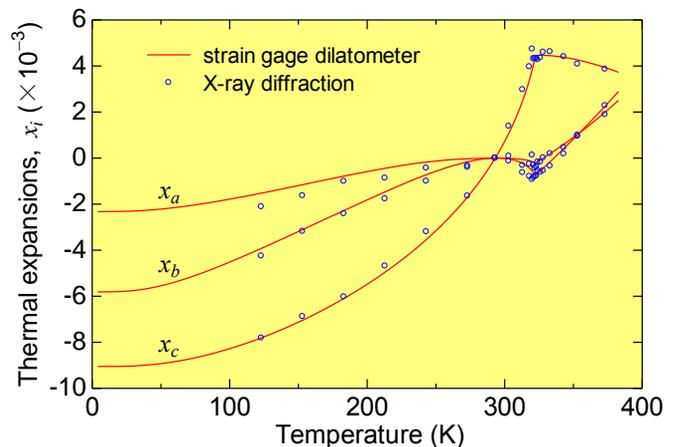

図2 熱膨張 $x_a$ ,  $x_b$ ,  $x_c$ の温度依存性
- ▶ 本熱膨張計による結果（赤い曲線）と X線回折で測定した格子定数から求めた結果（青い丸）は良く一致していた（図2）。また、相転移点322.6 K付近で明確な変化が認められる。この熱膨張計で測定した単斜角 $\beta$ の温度依存性も同様にX線解析の結果と良く一致していた。